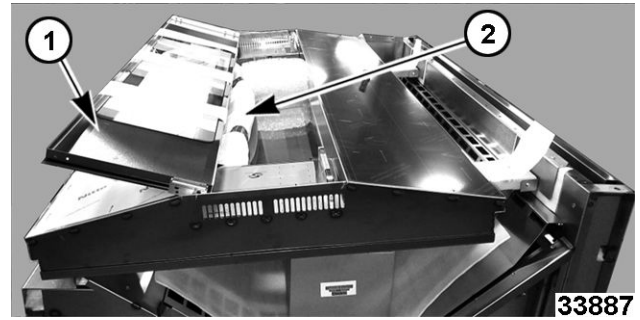

Fig. 54
1. Avec la porte toujours sur le ou les chariots, ouvrez la porte vitrée extérieure (1, Fig. 54) pour accéder et retirer la poignée de la porte (2, Fig. 54).